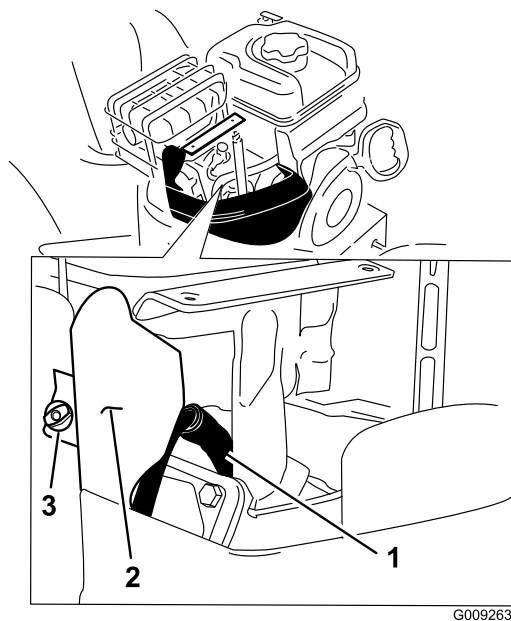

Figure 53
- Enlevez la vis à oreilles du support et le support (Figure 53).
- Nettoyez la surface autour de la base de la bougie (Figure 53).